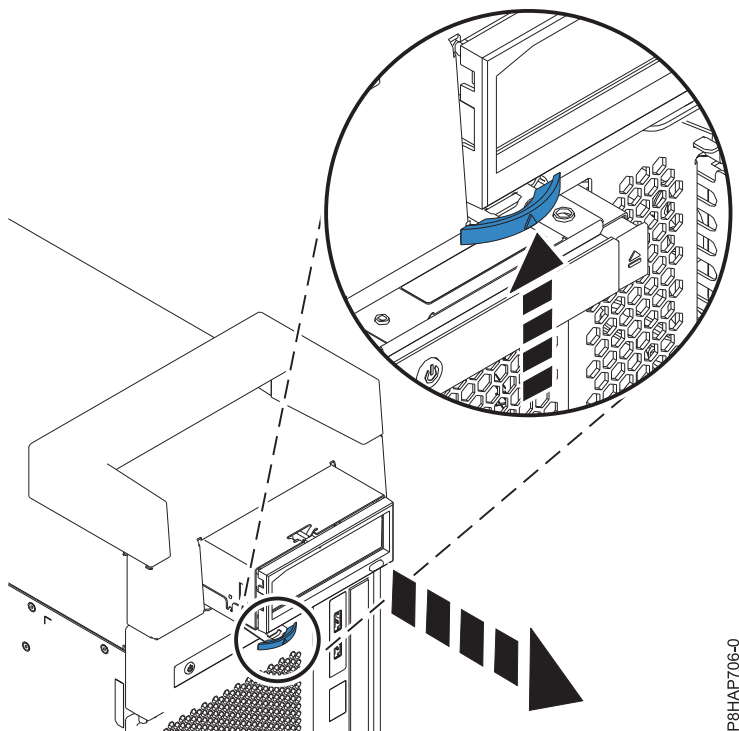

図 61. RDX 内部ドッキング・ステーションの取り外し
2. USB ケーブルおよび電源ケーブルが見えるまで、示されている方向へデバイスをスライドさせてシステムから外します。 80 ページの図 61 を参照してください。